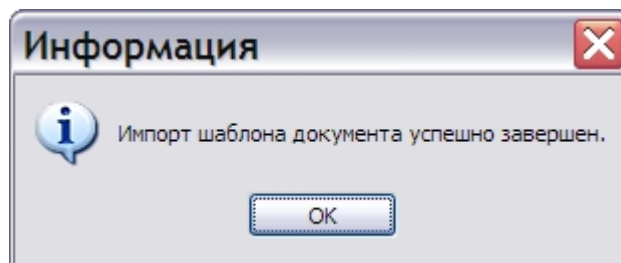

Рис. 3.12
3. Нажмите на кнопку **ОК**. В случае успешного импорта появится сообщение об этом (Рис. 3.12).